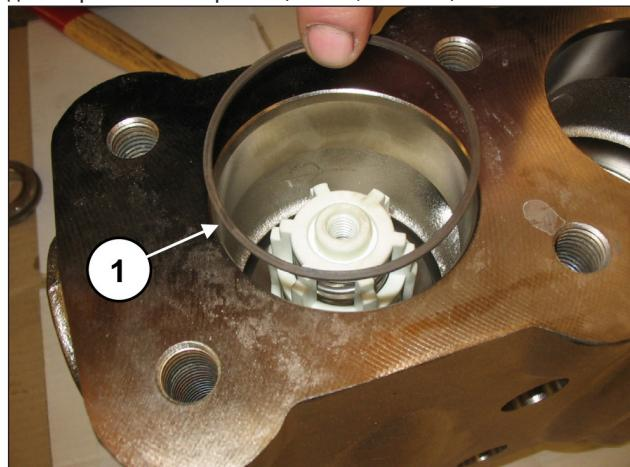

Рис. 122
Вставьте антиэкструзионное кольцо, поз. №16 на деталировочном чертеже (поз. ①, Рис. 122).